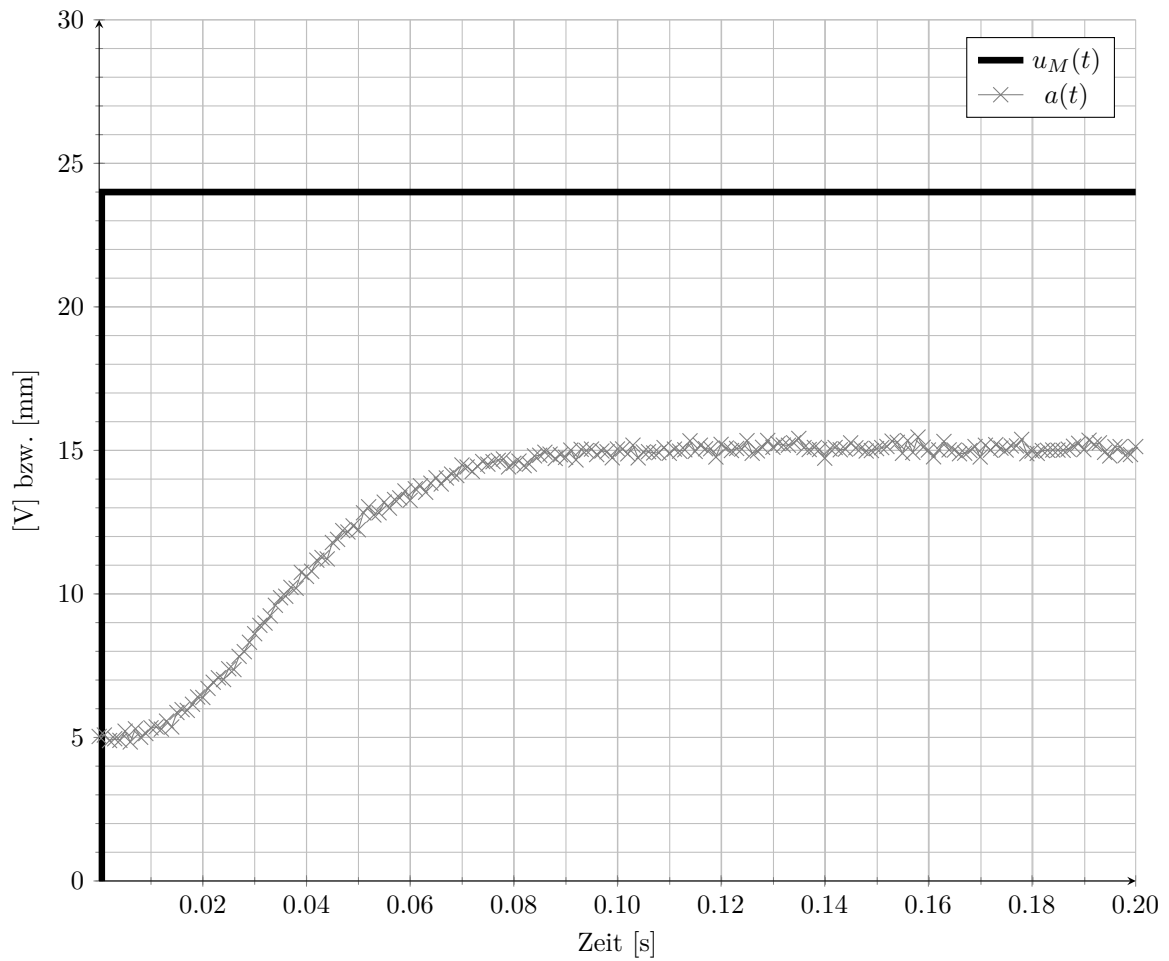

Abbildung 6: Sprungexperiment zur Streckenidentifikation
- c) (2.5 Punkte) Um einen PI-Regler auszulegen, wurde das Sprungexperiment aus Abbildung 6 durchgeführt. Passen Sie als Strecke ein PT_n -Modell an und geben Sie die Streckenübertragungsfunktion $G_S(s)$ an.